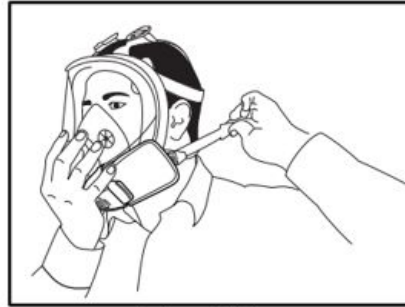

Fig.10
4. Aperte as tiras inferiores uma de cada vez. Tenha cuidado para apertar ambos os lados igualmente (Fig. 10).